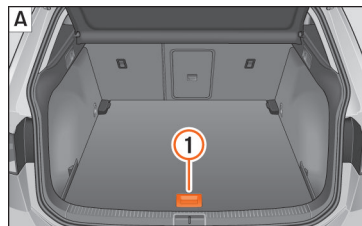

Abb. 119 Variabler Gepäckraumboden: **A** Hochstellung; **B** Tiefstellung.
- Um von der niedrigen in die hohe Position überzugehen, heben Sie den Boden am Haltegriff »» **Abb. 119** **1** an und ziehen Sie ihn nach hinten, bis der vordere Teil des Bodens vollständig über den Halterungen »» **Abb. 119** **2** liegt.
- Um von der hohen in die niedrige Position überzugehen, heben Sie den Boden am Haltegriff »» **Abb. 119** **1** an und ziehen Sie ihn nach hinten, bis der vordere Teil des Bodens
vollständig über den Halterungen » Abb. 119 ② liegt.
- Den vorderen Teil auf den Boden absenken und diesen bis zum Anschlag an den Rücksitzlehnen nach vorn verschieben und dabei den Boden gleichzeitig mit Hilfe des Haltegriffs ① absenken.
- Bei einem variablen Boden in hoher Position diesen am Haltegriff anheben » Abb. 119 ①, daran ziehen und in Richtung der Rücksitzlehne bewegen bis der Boden an der Scharnierlinie eingeklappt wird und sich der bewegliche Teil des Bodens auf diesem befindet.
- Für den Übergang vom hohen zum tiefen Boden den variablen Boden am Griffstück » Abb. 119 ① anheben und diesen etwas nach hinten ziehen.
- Drücken Sie den variablen Gepäckraumboden mit dem Griffstück in Richtung umgeklappter Rücksitze ① und drücken Sie dabei